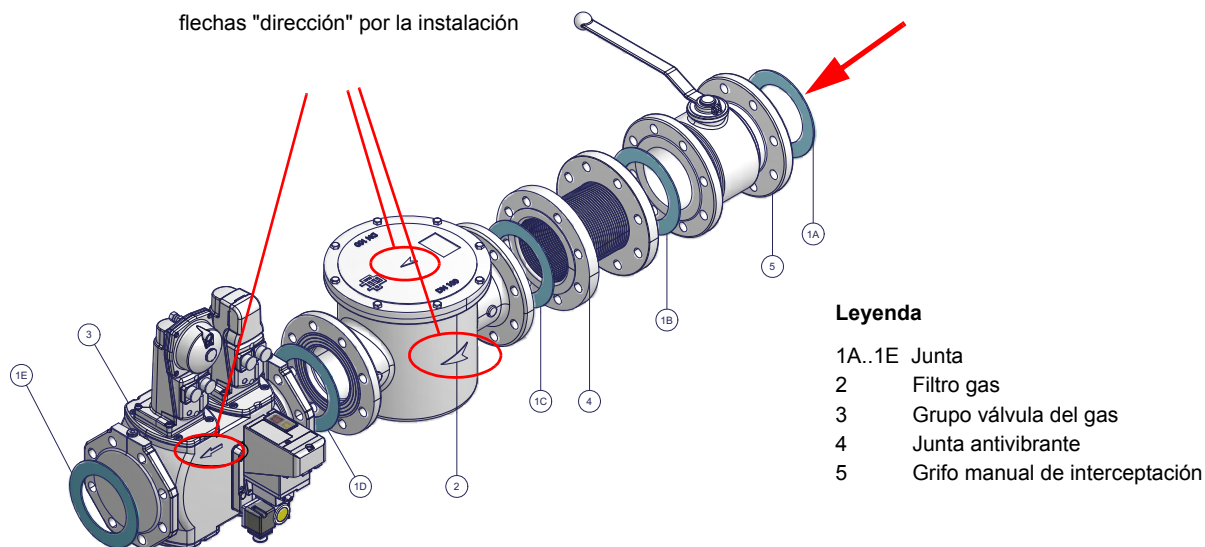

Fig. 3 - Ejemplo de rampa gas
- 1-b) en el caso de juntas con bridas: interponer entre un miembro y el otro, una junta (n. 1A..1E - Fig. 3), compatible con el gas utilizado,